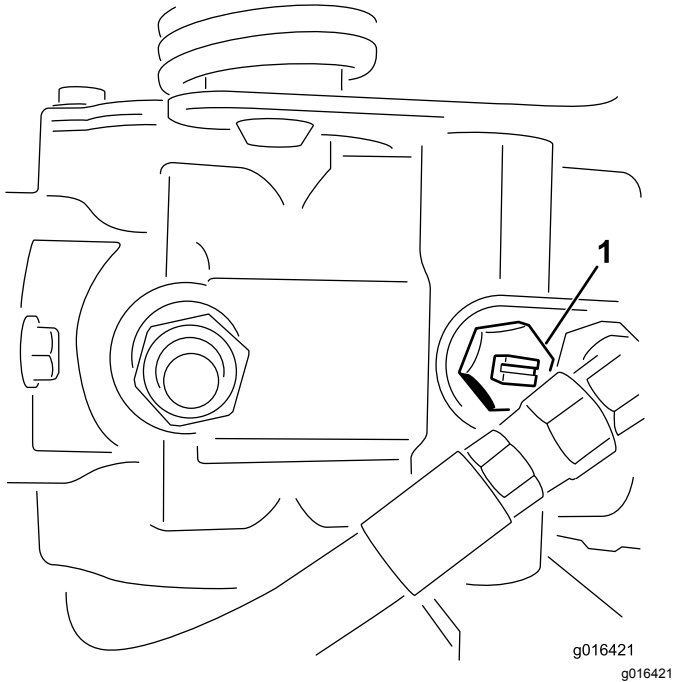

Bild 33
1. Ermitteln Sie das Sicherheitsventil an der Pumpe und drehen es so, dass der Schlitz vertikal ist (Bild 33).
2. Schließen Sie vor dem Starten des Motors das Sicherheitsventil. Drehen Sie den Schlitz des Ventils in die horizontale Stellung (Bild 33).